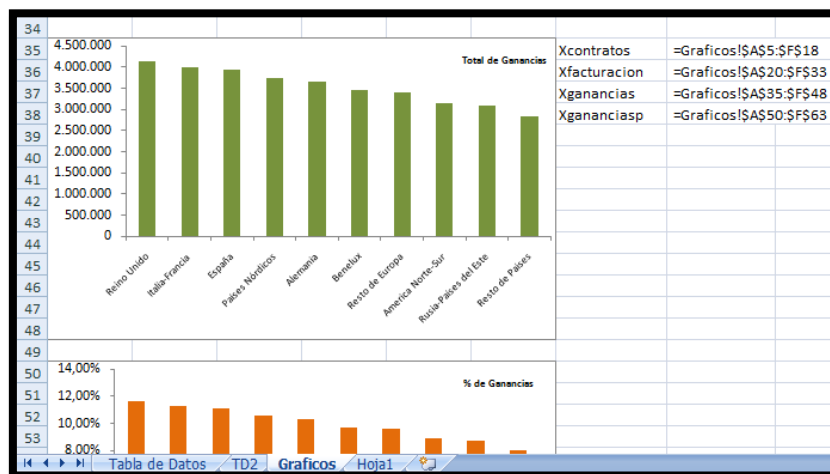
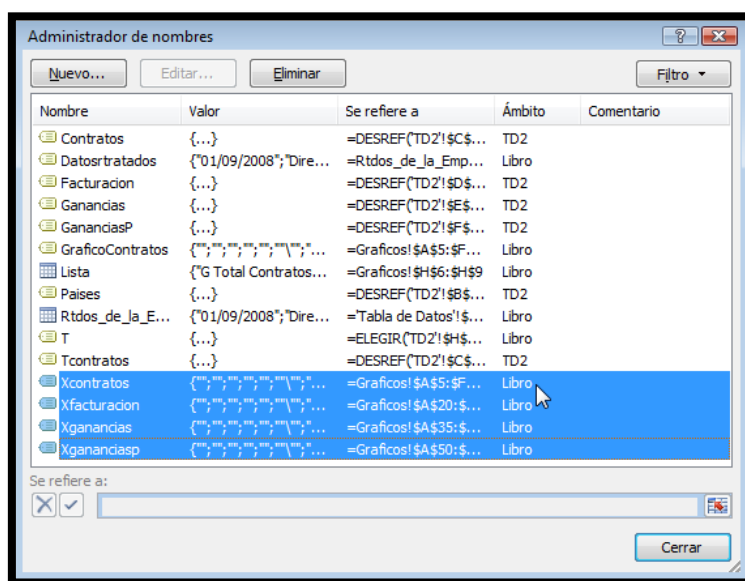

Ilustración 5
Ilustración 6
Tal y como podemos ver en la Ilustración 5 e Ilustración 6 definimos los siguientes rangos de ocupación de los gráficos. Destacar que estos rangos tienen un ámbito de influencia de todo el libro.
- **Valor1,valor2,...:** Xcontratos;Xfacturacion;Xganancias;Xgananciasp Aquí según el valor seleccionado en el numero índice tomara o seleccionar los rangos dinámicos correspondientes a la ubicación de los gráficos tal y como estudiamos en el 1.2.3 (ver también Ilustración 5 e Ilustración 6)